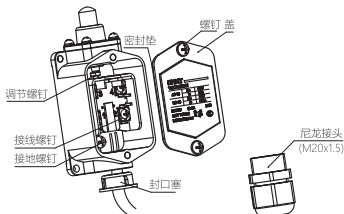
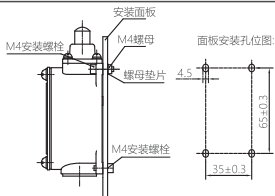

图7 布线示意图
图8 YBLX-K1安装示意图
7.2.1 安装：松开盖螺钉→按图7接线→拧紧盖螺钉（密封垫必须正确装回）→按图8安装。